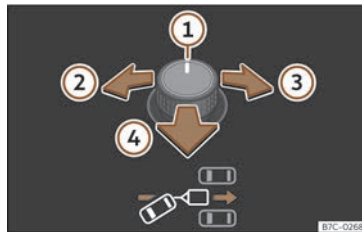
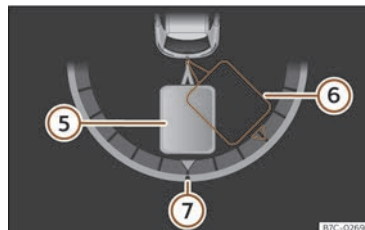

Abb. 167 Drehknopf für die Außenspiegel: Ausrichtung des Anhängers einstellen.
Abb. 168 Bildschirm des Kombi-Instruments: Rückwärtsfahren.
Legende zu >>> (Abb. 167), >>> (Abb. 168):
- Drehknopf kippen, bis die gewünschte Richtung erreicht ist >>> (Abb. 167). Am Bildschirm des Kombi-Instruments erscheint zur Orientierung eine Darstellung des Gespanns in der aktuellen Position >>> (Abb. 168).